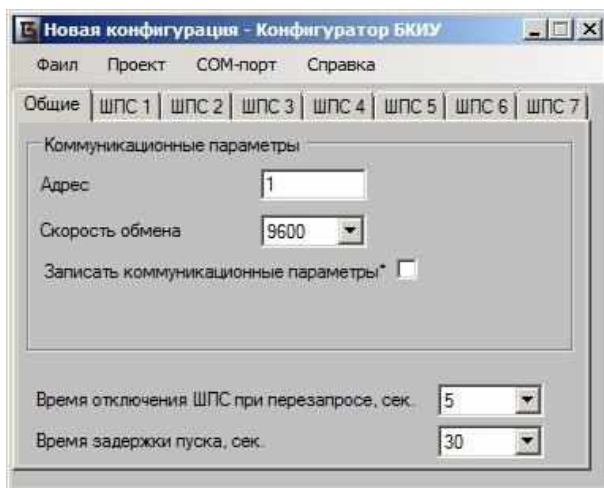

Рисунок 8.1 – Главное окно конфигуратора
8.1 Конфигурирование блока осуществляется с помощью программного обеспечения **«Конфигуратор БКиУ»** (программное обеспечение можно скачать на сайте производителя). При запуске конфигуратора откроется главное окно (рисунок 8.1).